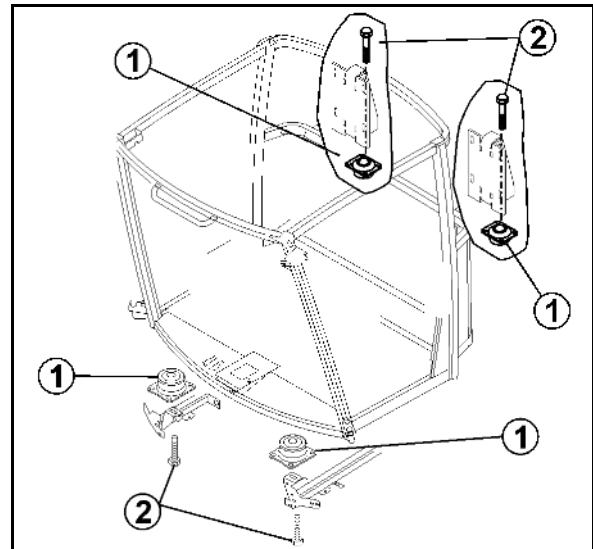

Bild 193
1. Demontera cirkulationsgallret (Bild 193/1).